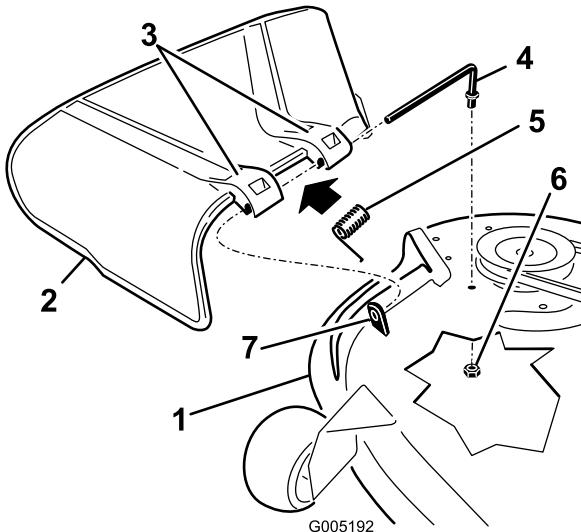

Figura 70
1. Retire la tuerca (3/8 po) de la varilla debajo del cortacésped (Figura 70).
- Retire la varilla del separador corto, del muelle y del deflector de hierba (Figura 70).
- Vuelva a colocar el deflector de hierba (Figura 70).
- Deslice la varilla por el segundo soporte del deflector de hierba (Figura 70).
- Sujete el extremo trasero de la varilla en el cortacésped con una tuerca (3/8 po), según se muestra en Figura 70.